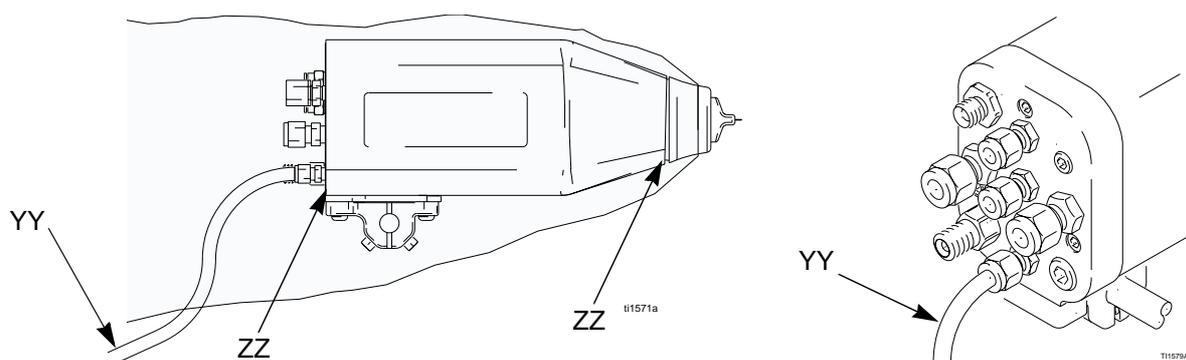

Fig. 14. Comprobación de las fugas de fluido
Durante el funcionamiento, revise periódicamente el tubo de evacuación del colector (YY) y ambos extremos de la carcasa de la pistola (ZZ) por si se detecta fluido. Vea Fig. 14. La presencia de fluido en dichas áreas sería una indicación de que existen fugas de fluido que podrían estar causadas por fugas en las conexiones del tubo de fluido o a través las empaquetaduras de fluido.